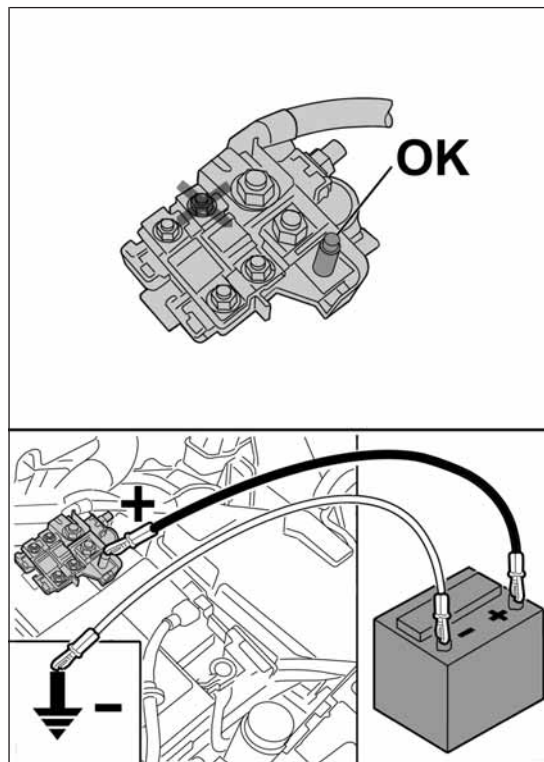

fig. 120
- ☐ collega il morsetto positivo (+) fig. 120 della batteria ausiliaria esclusivamente al punto indicato sulla batteria vettura (scritta OK) e non in altri punti;